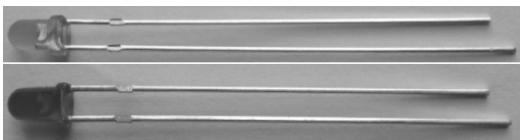

图 1-1-7 发光二极管
② 整流二极管故障分析：若上述检测中二极管的正、反向电阻都很小，甚至为零，表明管子内部短路；若测得二极管的正、反向电阻都很大，表明内部已断路。还可以用晶体管特性图示仪对二极管作较准确的测量。
③ 判别发光二极管极性：如图 1-1-7 所示，发光二极管多采用透明树脂封装，管心下部有一个浅盘，管内电极宽大的为负极，而电极窄小的为正极。也可从引脚的长短来判断。通常，长引脚为正极，短引脚为负极。